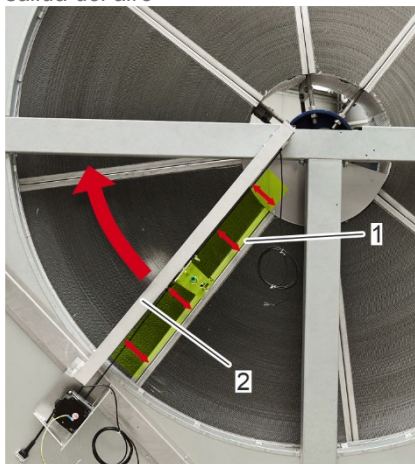

Figura 49: Alineación del rotor
1. Gire el rotor con la mano y alinee la cara interior de dos segmentos de rotor adyacentes (Figura 49/1) de forma paralela al riel de limpieza (Figura 49/2).